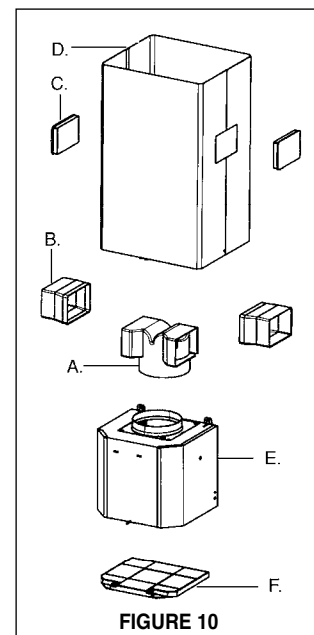

FIGURE 10
Installations sans conduit requièrent le **Kit Pour Conversion Du Conduit (FIGURE 10)**. N'utilisez pas le REGISTRE ROND (N de la FIGURE 1) pour les Installations sans conduit. Jeter le COUVERCLE CHEMINÉE INFÉRIEURE (B de la FIGURE 1) et remplacer avec le couvercle de cheminée inférieure avec trous d'échappement d'air dans le **Kit Pour Conversion Du Conduit (D de la FIGURE 10)**.
Illustré à la FIGURE 10, mettre le DUCTLESS DIVERTER (A) dans l'ouverture d'échappement de la EASY CUBE (E). Mettre le DUCTLESS DIVERTER EXTENSION HORIZONTAL (B) dans le DIVERTER (A).
Pour installations sans conduit, aligner les DUCTLESS DIVERTER EXTENSIONS HORIZONTAL (B de la FIGURE 10) avec les trous d'échappement d'air dans COUVERCLE CHEMINÉE INFÉRIEURE (D de la FIGURE 10) et installer les VENT GRIDS (C de la FIGURE 10).
Pour installations sans conduit, installer le **FILTRE AU CHARBON (F de la FIGURE 10)**. Voyez **FIGURE 14**